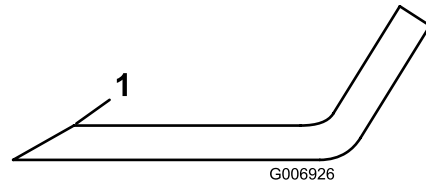

図 76
4. 全部のブレードの刃先を丁寧に点検する。刃先に磨耗や欠けがある場合には研磨するが、研磨は刃先の上面だけに行い、刃の元々の角度を変えないように十分注意する 図 76。